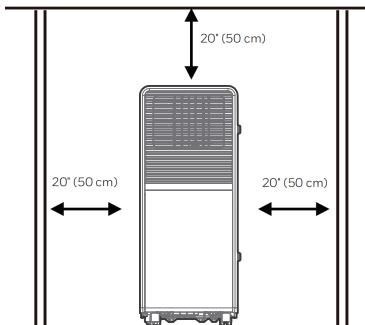

Fig. 4
- En bærbart klimaanlæg skal installeres på et frit og uforstyrret sted. Bloker ikke luftudløbet, og der skal være mindst 50 cm afstand rundt om enheden. (Se fig. 4)